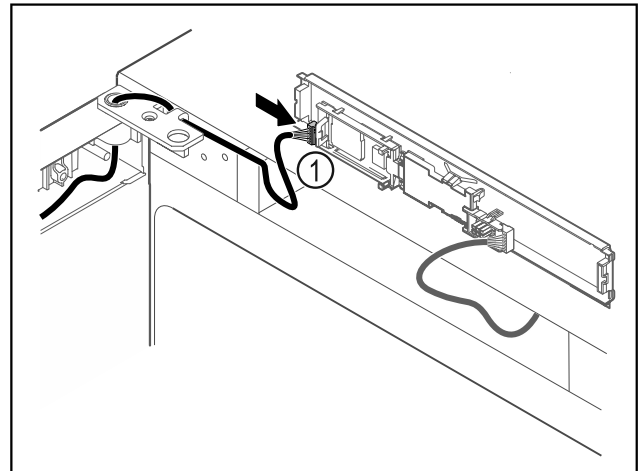

Fig. 60
- ▶ Dugja be a dugót Fig. 60 (1) a NYÁK-on.